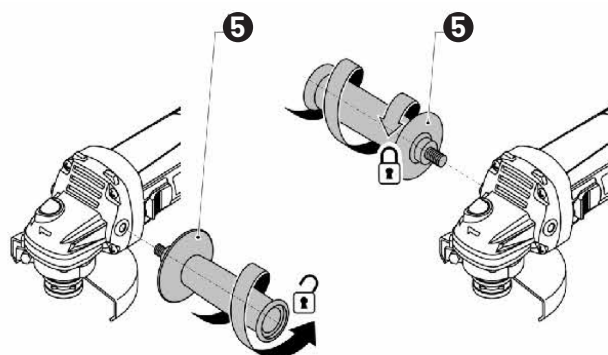

FIG.2
Montering/demontering (se fig. 2):
- Løsne skruen (11) med en skrutrekker (ikke medfølgende).
- Monter beskyttelsesdekselet (4) på spindelhalsen, og sørg for at monteringsøyet (10) er på linje med sporet (se fig. 2).
- Stram skruen (11) med en skrutrekker.